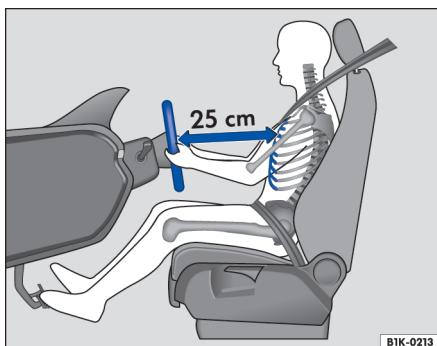

图 33 驾驶员与方向盘之间至少保持为 25 cm 的距离
- 调节方向盘，使驾驶员胸部与方向盘之间至少保持 25 cm 的距离。⇒ 图 33